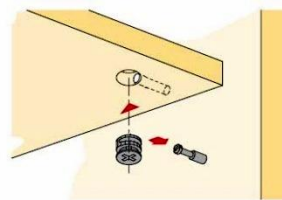

Рис. 2 Схема установки эксцентрика
2. К стойке №1 закрепить полку №3 с помощью стяжки - Е (см. рис. 2);